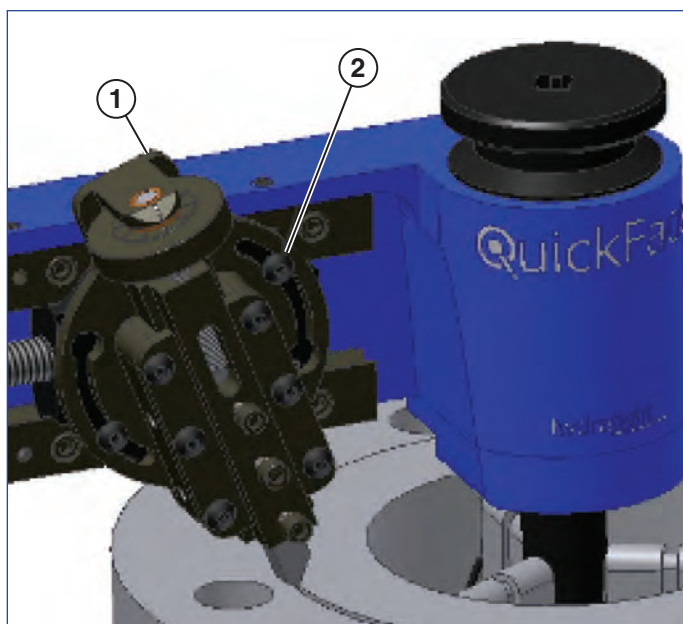

図 11
2. 刃物の角度を調整するために角度調整スイベルプレートネジ2本を緩め、角度調整スイベルプレートの角度を決めて、再度固定します。刃物の最適角度は、垂直から10～40度です。（図11参照）